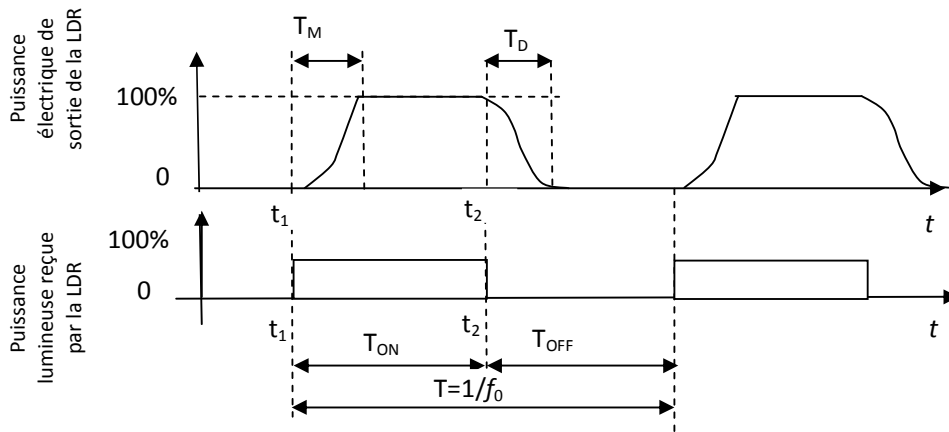

Figure 3 Variation de la puissance en fonction du temps  $t$
2. Si la fréquence du signal carré émis par la LED (sous forme d'impulsion optique) a une fréquence  $f_0=1/T$  comme le montre la figure 3, quelle devra être le temps de montée  $T_M$  et le temps de descente  $T_D$  pour produire fidèlement à la sortie de la LDR le signal carré optique reçu par la LDR.